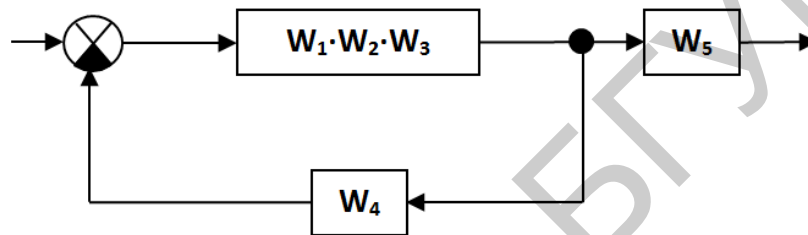

Рис. 8.18. Преобразование последовательного соединения звеньев
1. Преобразуем последовательное соединение звеньев  $W_1$ ,  $W_2$  и  $W_3$  (рис. 8.18).